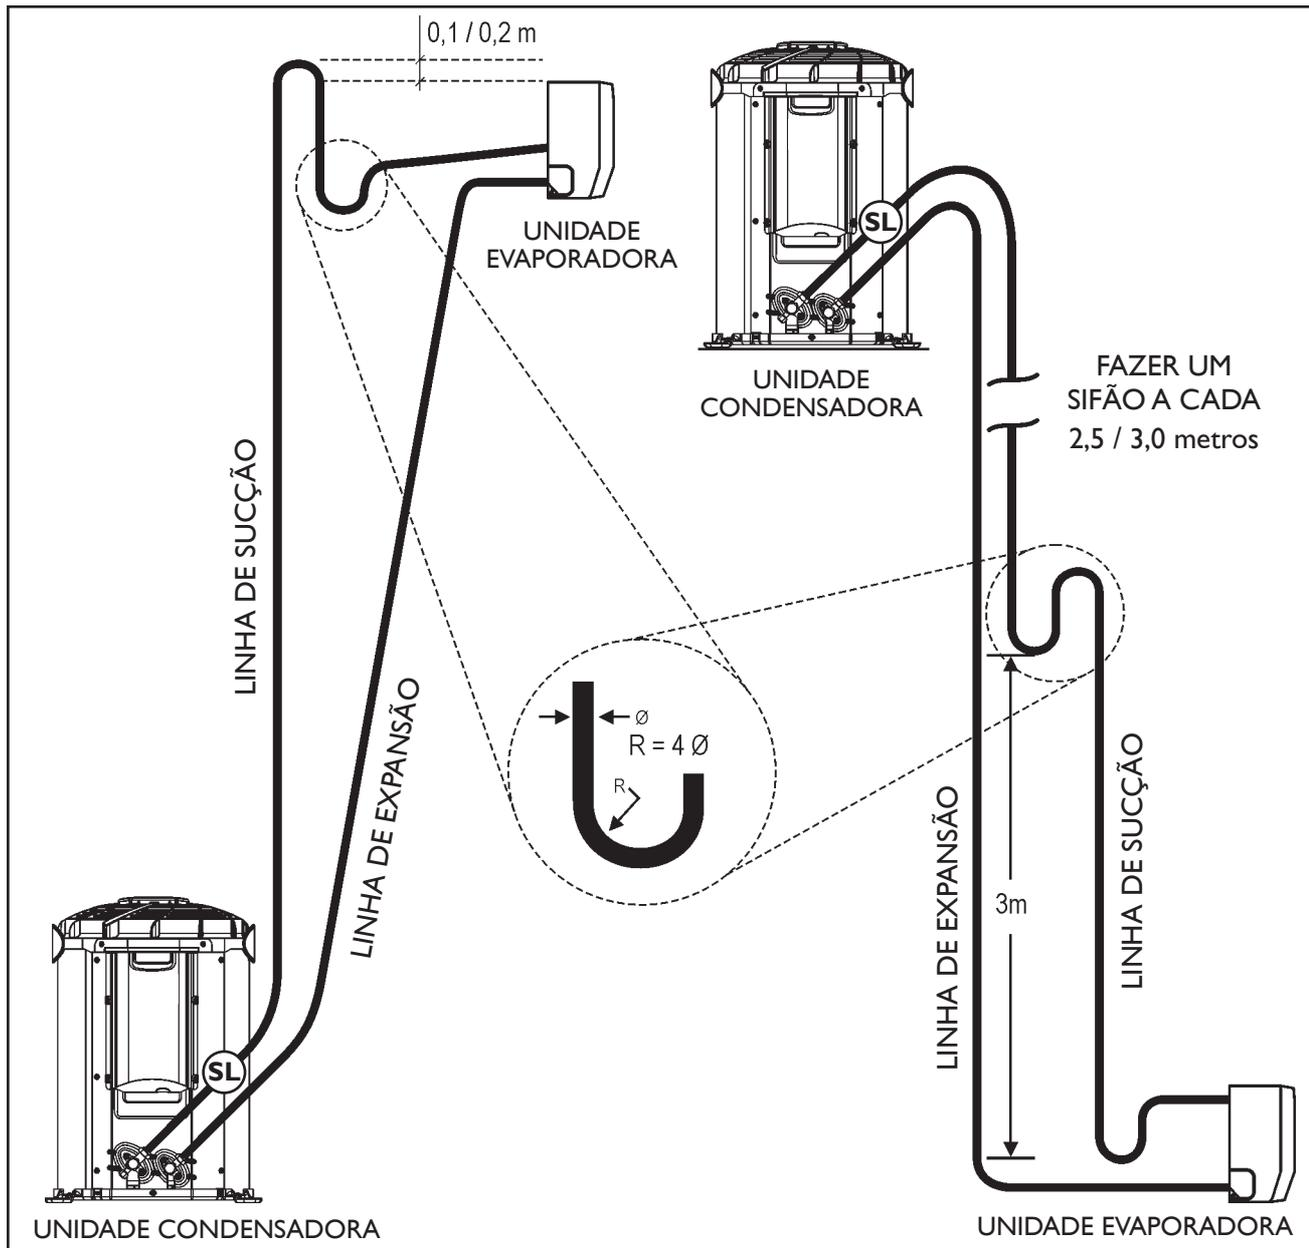

FIGURA 20 - SIFÃO NAS LINHAS DE SUCCÃO
- 4º Inclinar as linhas horizontais de sucção no sentido do fluxo. (Figura 20)
- 6º O procedimento de vácuo deve ser especialmente bem feito; definir a carga de refrigerante através da medição do superaquecimento (ver sub-item 6.9).
- No caso de haver desnível entre 4 metros e 5 metros entre as unidades e estando a evaporadora em nível inferior, deve ser instalado na tubulação de sucção um sifão para cada 3 metros de desnível (ver figura 20).